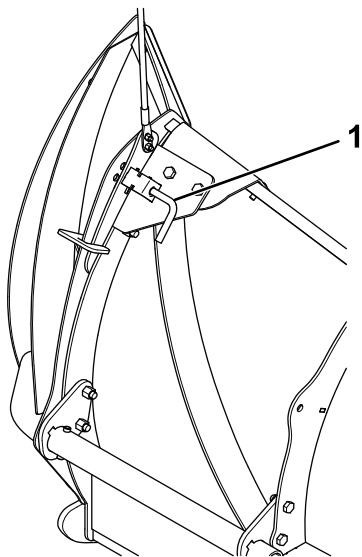

Figure 7
12. Faites pivoter l'aile vers l'avant et bloquez-la en place avec la goupille de fixation (Figure 7).